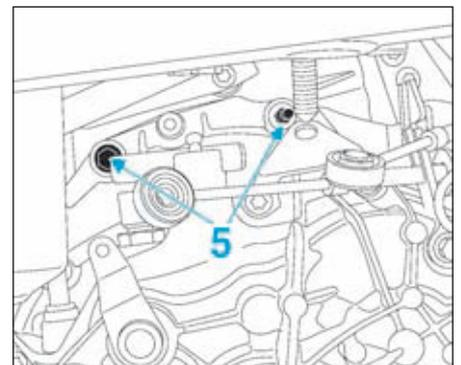

FIG.5
- Déposer les fixations supérieures (5) de la boîte de vitesses (Fig.5).